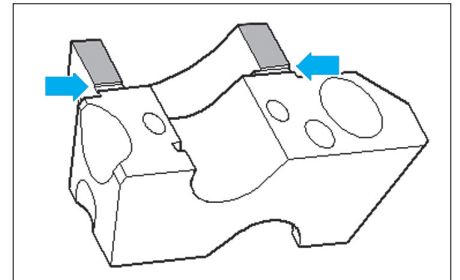

Fig. 33
- Étancher les plans de séparation des chapeaux de palier "1" et "4" avec du produit d'étanchéité comme illustré (Fig.33).